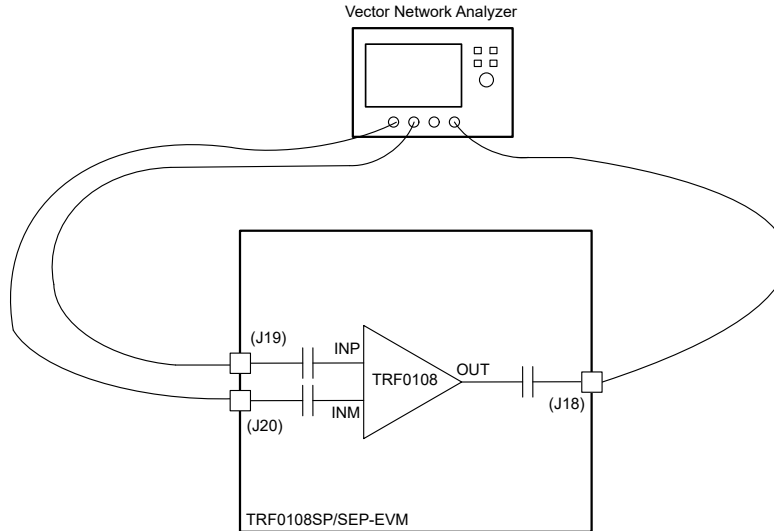

図 3-1. S パラメータテスト設定
1. 図 3-1 に示すように、S パラメータ測定は、通常、ベクトル ネットワーク アナライザ (VNA) を使用して行います。評価基板を測定する場合は、差動信号を生成し、評価基板の入力ポートおよび出力ポートでそれぞれ差動信号とシングルエンド信号を受信できる 3 ポート VNA の使用を推奨します。